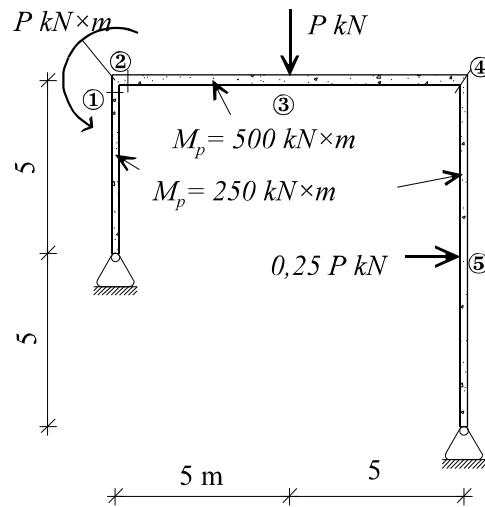

Figura 8
8. En la estructura porticada de la figura 8 se anotan los momentos de agotamiento de cada viga. Sobre la estructura actúan las tres cargas indicadas. Se pide: